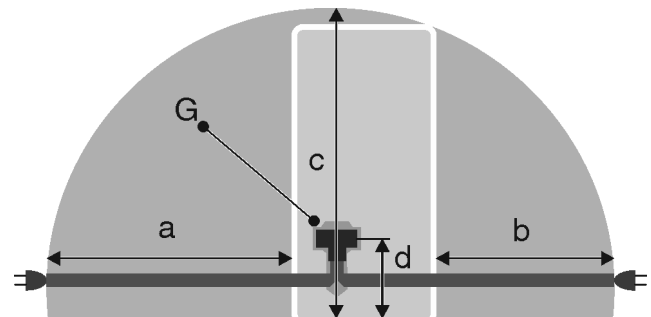

Fig. 25
- La caja de enchufe se encuentra fuera del área de la parte trasera del aparato en la zona indicada *Fig. 25 (a, b, c)*.
- ▶ Inserte el conector *Fig. 25 (G)* del aparato en la parte trasera del mismo. Preste atención a que encaje correctamente.